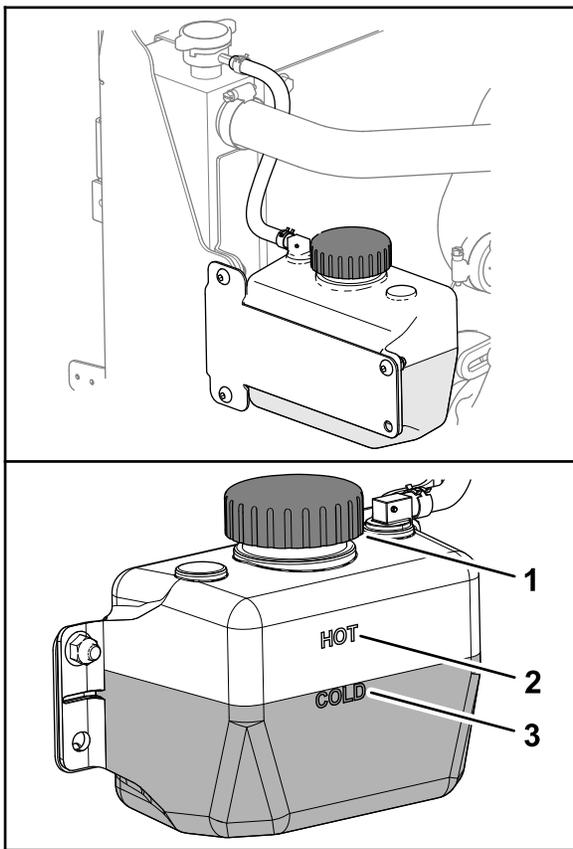

Figura 141
3. Controllate il livello di refrigerante nel serbatoio (Figura 141).